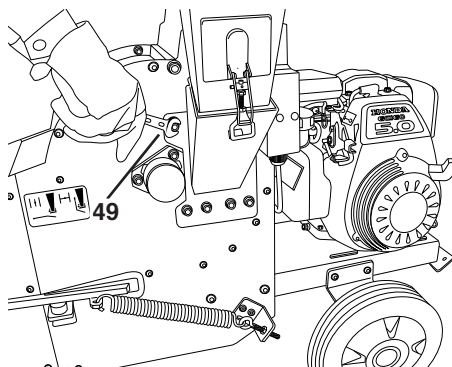

Figure 42
- Retirer la trémie latérale en desserrant les 4 écrous hexagonaux (49) (SW 13) (voir « Figure 42 »).